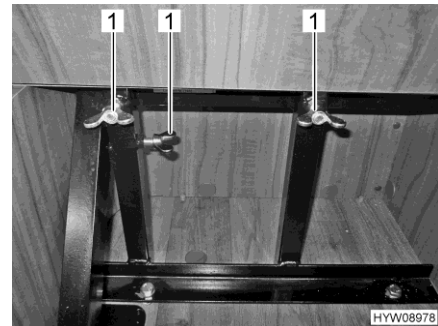

Fig. 30 Fissare il sedile installabile mediante dadi ad alette
- Fissare il sedile installabile mediante dadi ad alette (Fig. 30,1).